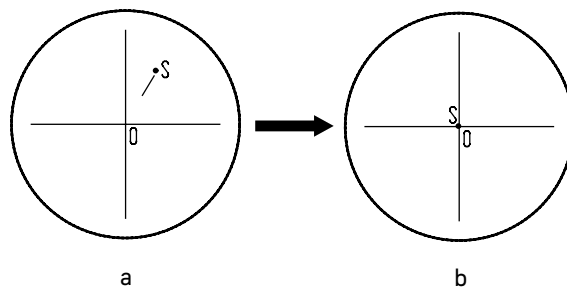

Рис. 18. Настройка канала визуализации
- Установите рукоятку переключения светового потока 4 в положение для наблюдения через окуляры. Наблюдая объект через окуляры, найдите отличительную точку в поле зрения (легко идентифицируемую цель, такую как точка S на рис. 18а), переместите объект на предметном столике так, чтобы данная точка находилась в центре поля зрения, как показано на рис. 18б. Для этой процедуры вместо обычного препарата удобно использовать специальный калибровочный слайд с перекрестием, а вместо обычного окуляра – окуляр с перекрестием.